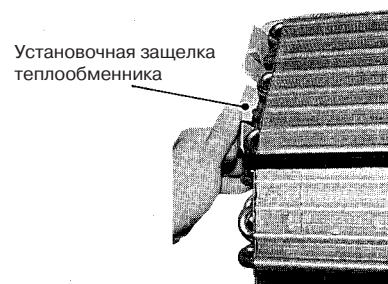

Рис. 11
4. Отожмите установочную защелку слева от теплообменника, потяните теплообменник вперед (за левую сторону) и снимите роторную крыльчатку (рис. 11).